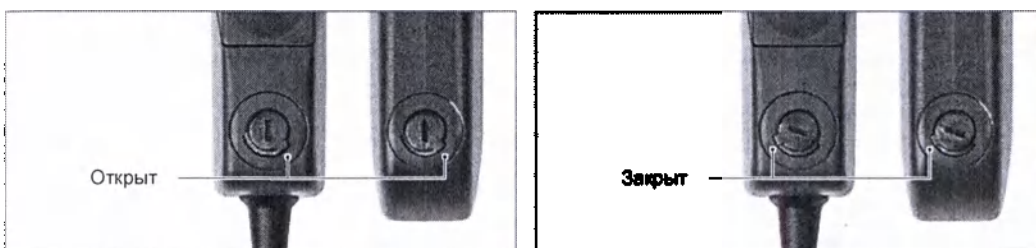

Рис. 4 Кожух разъема SONNET ActiveWear и крышка SONNET блока элементов питания
Кожух разъема SONNET ActiveWear и крышка SONNET блока элементов питания оснащены фиксаторами. При подсоединении и отсоединении SONNET ActiveWear соединительного кабеля необходимо удостовериться в том, что фиксатор находится в незаблокированном положении (см. рис. 4).
отвертку, чтобы повернуть фиксатор против часовой стрелки в положение разблокировки, как показано на рис. 4. Работая отверткой, не применяйте силу, чтобы не сломать фиксатор. Перед переходом к шагу 4 убедитесь, что передатчик подсоединен к блоку процессора.
Чтобы не допустить разборки аудиопроцессора маленьким ребенком, фиксатор всегда должен быть повернут по часовой стрелке в положение блокировки (см. рис. 4), после того как на разъем SONNET ActiveWear был полностью надвинут кожух разъема SONNET ActiveWear.
1. Поверните фиксатор в положение разблокировки (см. рис. 4), затем снимите кожух разъема SONNET ActiveWear с разъема SONNET ActiveWear.
3. Убедитесь, что фиксатор крышки SONNET блока элементов питания находится в разблокированном положении. Если он находится в заблокированном положении, используйте поставляемую MED-EL отвертку, чтобы повернуть фиксатор против часовой стрелки в положение разблокировки, как показано на рис. 4. Работая отверткой, не применяйте силу, чтобы не сломать фиксатор.
Чтобы не допустить разборку аудиопроцессора маленьким ребенком, фиксатор всегда должен быть повернут по часовой стрелке в положение блокировки (см. рис. 4) после того как на корпус SONNET блока элементов питания была полностью надвинута крышка SONNET блока элементов питания.
1. Поверните фиксатор в положение разблокировки (см. рис. 4), затем сдвиньте крышку с корпуса SONNET блока элементов питания.